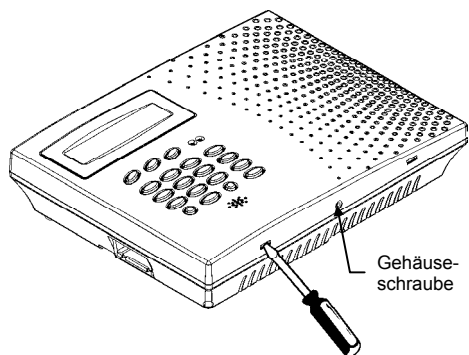

Abbildung 2.4: Öffnen des Gehäuses
3. Drücken Sie mit einem Schraubenzieher die Entriegelungslaschen vorsichtig los, wie in Abbildung 2.4 dargestellt.
7. Verbinden Sie das schmale Flachkabel der GSM800 PCB (5) mit dem Control Panel (Hauptplatine) PCB.
8. Schieben Sie die SIM Karte in den SIM Kartenschlitz (1).